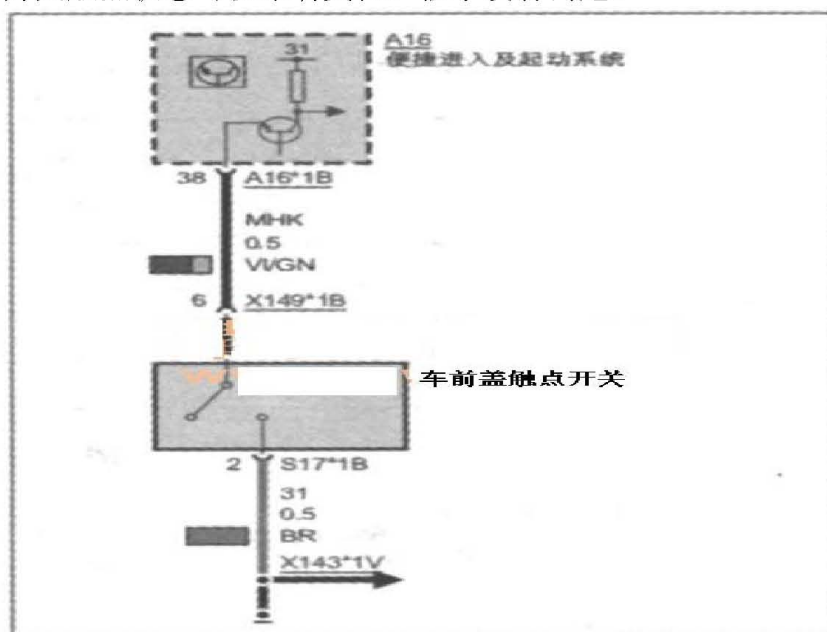

图 1 CAS 相关电路
- 3). 车前盖关闭时，便捷进入及启动系统（CAS）收到一个低信号。车前盖触点开关通过一个 2 芯插头与车载网络连接，如图 1 所示。车前盖触点开关失灵时，预计将出现以下情况：便捷进入及启动系统（CAS）内出现故障记录。车前盖触点开关的功能检查可通过诊断系统执行。连接汽车故障诊断仪进行诊断检测，系统中并没有故障存储。打开前盖或关闭前盖，通过数据流观察车前盖开关触点状态可以跟着变化，似乎没有问题。